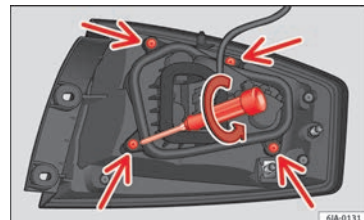

Bild 100 Fästskruvur på baksidan av bakljusenheten
- Lossa de fyra fästskruvorna till lamphållaren motsols med skruvmejsel eller en torx 20-skruvmejsel (T20) från verktygssatsen » **bild 100**. Se till att fästskruvorna till lamphållaren inte tappas bort.